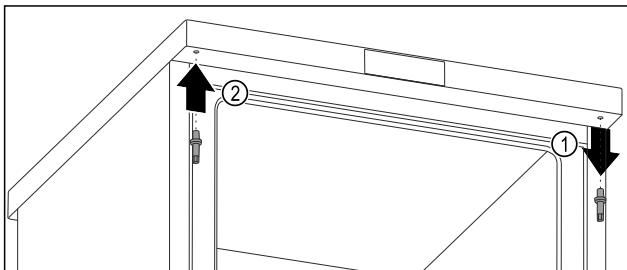

Fig. 21
- Dévisser l'axe supérieur avec une clé mâle coudée pour vis à six pans creux. Fig. 21 (1)
- Serrer l'axe du côté opposé avec une clé mâle coudée pour vis à six pans creux. Fig. 21 (2)